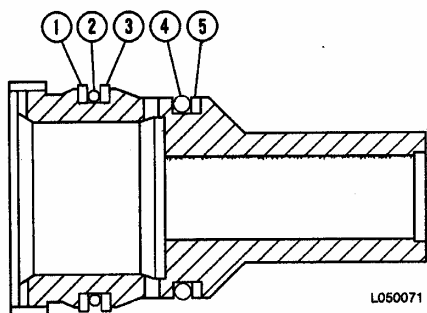

FIGURA 6-14. UBICACION DEL ANILLO DE GOMA EN LA CAMISA DEL PISTON
30. Instale el anillo de respaldo (1, Figura 6-14), el anillo de goma (2) y anillo de respaldo (3) en la ranura de más atrás en la camisa del pistón. Monte el anillo de goma (4) y el anillo de respaldo (5) en la ranura que queda.